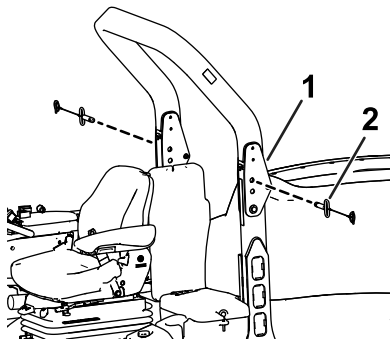

Figura 1
6. Rimuovete i perni di bloccaggio da entrambi i lati del roll bar (Figura 1).